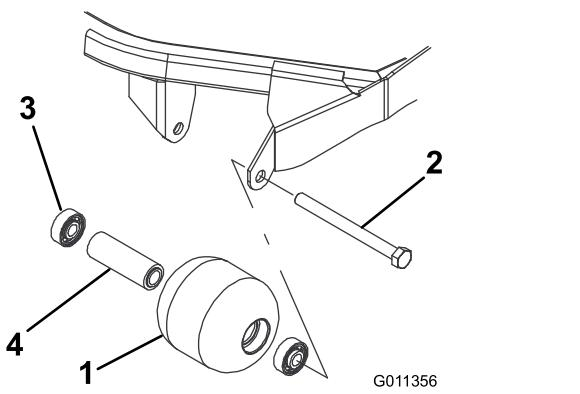

Figura 73
- Retire el perno de montaje del rodillo (Figura 73).
4. Inspeccione el alojamiento del rodillo, los cojinetes, y el espaciador del cojinete (Figura 73) Sustituya cualquier componente dañado y móntelos.
1. Introduzca a presión el primer cojinete en el alojamiento del rodillo (Figura 73). Haga presión solamente sobre el anillo de rodadura exterior, o de forma igual sobre el anillo exterior y el interior.
2. Introduzca el espaciador (Figura 73).
3. Introduzca a presión el segundo cojinete en el alojamiento del rodillo (Figura 73). Presione de manera uniforme sobre el anillo de rodadura interior y el exterior hasta que el anillo de rodadura interior entre en contacto con el espaciador.